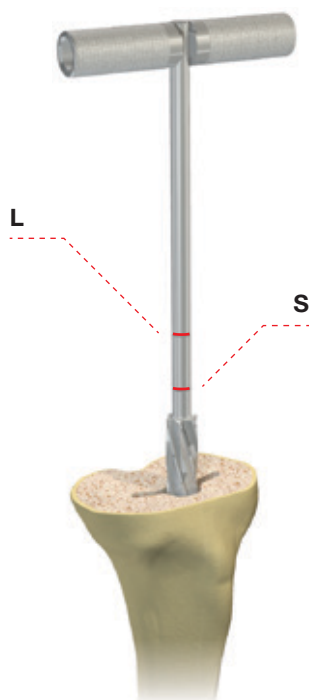

Figure 6
Si le second repère (L) est atteint, une quille longue est requise (*figure 6*). Il convient alors d'associer la quille tibiale d'essai au module tibial d'essai décalé (droit/+3 mm/+6 mm) et au module d'extension (long) (9066.47.615). L'implant définitif sera constitué de la quille définitive et du module L (*tableau 1*).